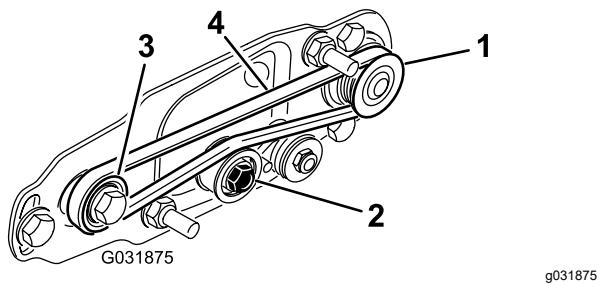

Figura 24
- A. Avvolgete la cinghia intorno alla puleggia **motrice** e successivamente intorno alla parte superiore della puleggia tendicinghia (Figura 24).
- B. Avviate la cinghia sulla puleggia **condotta** (Figura 24).